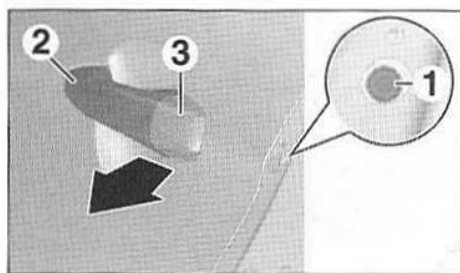

FIG.85
- Desserrer jusqu'en butée la vis (1) (Fig.85).
- Ouvrir la poignée extérieure (2).
- Exerger une pression sur la vis (1).
- Déposer le faux-verrou (3).